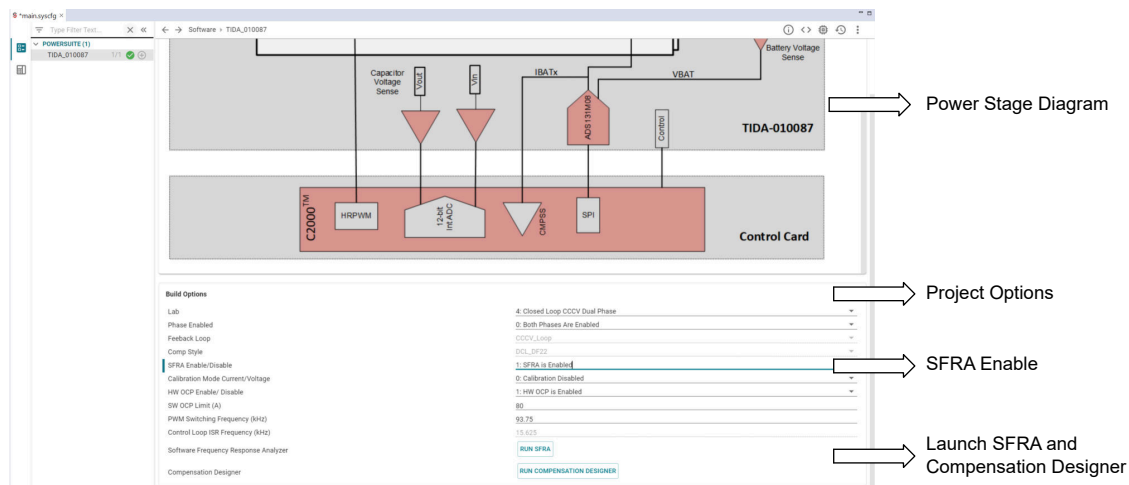

図 3-2. 設計の powerSUITE ページ
4. この操作によりプロジェクトがワークスペース環境にインポートされ、GUI が図 3-2 のような設定ページが表示されます。